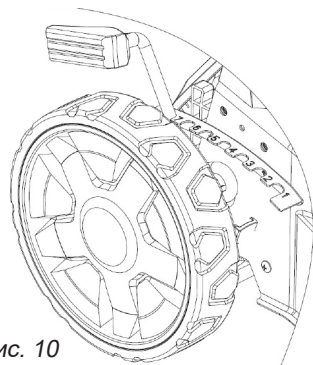

Рис. 10
Регулировка высоты среза осуществляется перемещением рычага. Переместите рычаг на необходимое значение и зафиксируйте в пазу (рис. 10).
5. Толкайте газонокосилку перед собой, производя управление, задавая необходимую вам траекторию движения, смещая рукоятку влево или вправо. Не прилагайте больших усилий, передвигая газонокосилку, если движение затруднено, проверьте правильность регулировки высоты среза ( рис. 10).